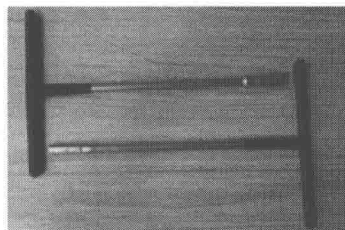

图 1-8 T字杆
②使用方法。
③使用注意事项。
(3) 套筒扳手,如图 1-8 至图 1-17 所示。